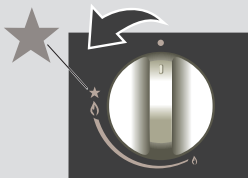

fig.3
1. Aperte e gire o botão para a esquerda até a estrela (fig.3).